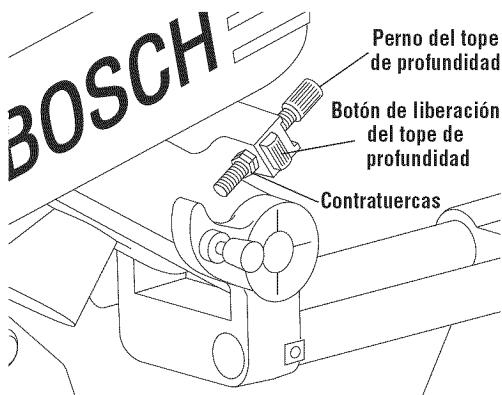

Figura 13. Ajuste de la profundidad
1. Afloje y gire las dos contratuerzas hasta justo arriba del extremo roscado del perno de tope de profundidad (Figura 13).
2. Oprima el botón de liberación del tope de profundidad y tire hacia arriba del perno de tope de profundidad hasta que la tuerca llegue al fondo de su marco de soporte (Figura 13).